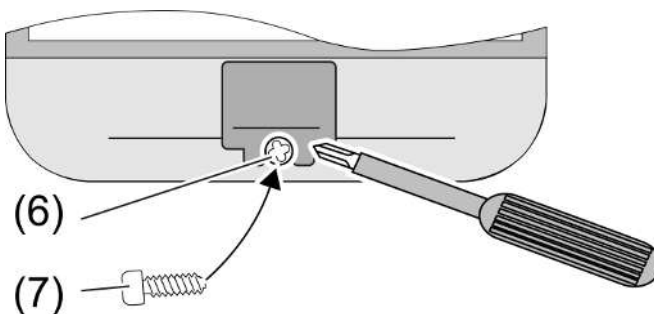

Bild 8: Schalter arretieren
- Abdeckung des Schalters (5) abnehmen Demontage CD-Programm.
- Schraube (7) in Bohrung (6) drehen (siehe Bild 8).